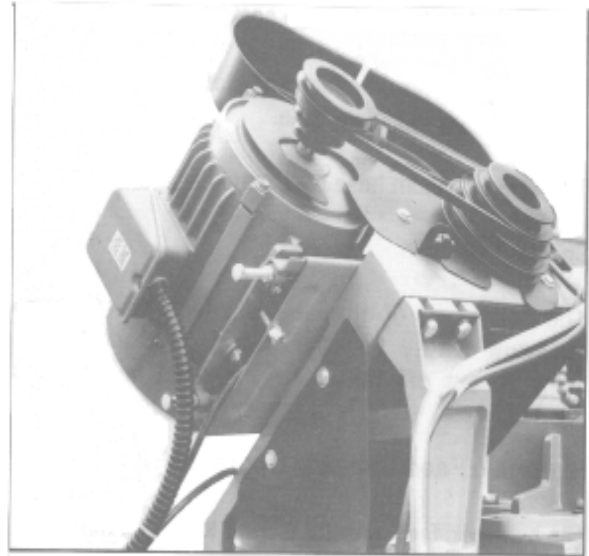

Fig. 5
2. Lösen Sie die Motorklemmschrauben (A, Fig 5).
3. Lösen Sie die Motorspannschrauben (B).
5. Spannen Sie den Keilriemen mittels der Spannschraube (B) (Durchhang ca. 10 mm)
6. Ziehen Sie die Klemmschrauben (A) wieder fest und schließen Sie den Riemendeckel.